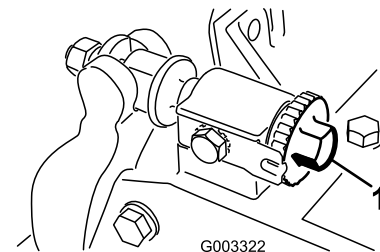
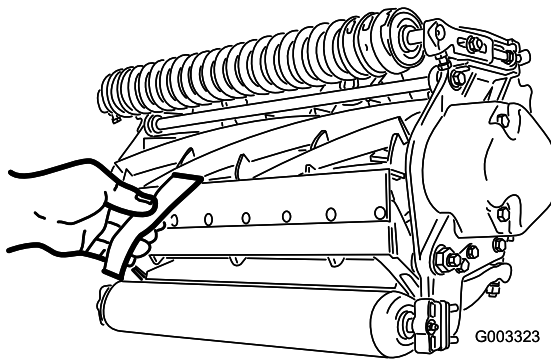

Figura 11
Figura 12
1. Coloque la máquina en una superficie de trabajo plana y nivelada. Asegúrese de eliminar el contacto con el molinete girando los tornillos de ajuste de la barra de asiento en el sentido contrario a las agujas del reloj (Figura 11).
Importante: Asegúrese de que las tuercas de los extremos de los tornillos de ajuste de la barra de asiento no están apoyadas en la superficie de trabajo (Figura 11).
3. En un extremo del molinete, inserte una tira de papel de periódico entre el molinete y la contracuchilla (Figura 12). Mientras gira el molinete lentamente hacia adelante, gire en el sentido de las agujas del reloj el tornillo de ajuste de la barra de asiento (Figura 11) en el mismo extremo del molinete, un clic a la vez, hasta que el papel quede ligeramente aprisionado cuando se inserta desde delante, paralelo a la contracuchilla. Se notará una ligera resistencia al tirar del papel.
5. Cuando termine el ajuste, compruebe si el molinete 'pellizca' un papel cuando se inserta desde delante, y si corta el papel cuando se inserta perpendicular a la contracuchilla (Figura 12). Debe ser posible cortar el papel con un contacto mínimo entre la contracuchilla y las cuchillas del molinete. Si se nota una resistencia excesiva del molinete, será necesario afilar o amolar la unidad de corte para conseguir los filos necesarios para un corte de precisión (consulte el Manual de afilado de molinetes de Toro (Sharpening Reel and Rotary Mowers, Impreso N° 80-300PT)).